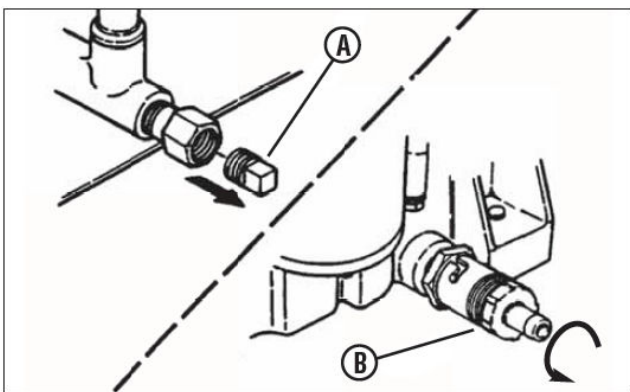

Рис. 19. Пробки отверстий для слива масла
3. Поставьте поддон минимальной емкости 2,5 литра под сливное отверстие (рис. 19).
4. Снимите или откройте пробку для слива масла (А или В, рис. 19), в зависимости от типа двигателя, установленного на машине.